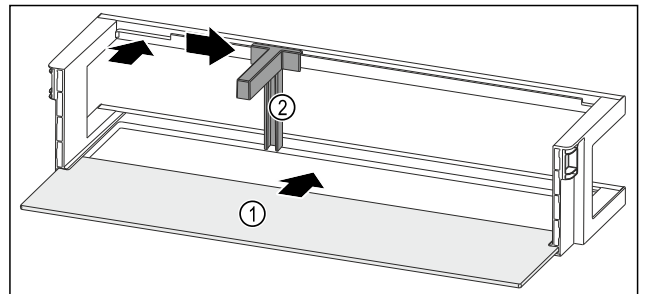

Fig. 101 Vratna polica z odlagalno polico
- ▶ Odlagalno polico Fig. 101 (1) vstavite v stranske utore.
- ▶ Vstavite držalo za steklenice Fig. 101 (2) v odprtino.
- ▶ Držalo za steklenice Fig. 101 (2) potisnite na stran do železnega položaja.